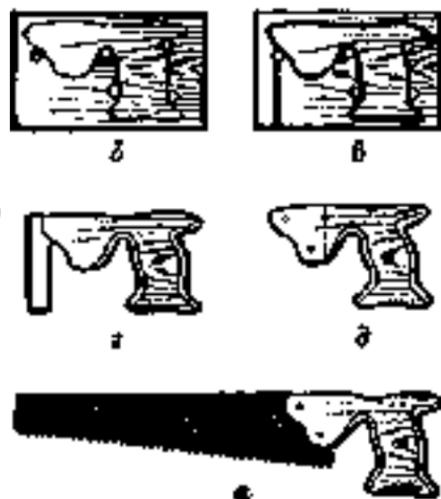

Рис. 48 Ручка для подковки
4. Разметить по шаблону контур ручки (рис. 48, а).
5. Просверлить отверстия (рис. 48, б).
6. Сделать пропилы вокругной пилой (рис. 48, в).
7. Обработать внутренние и наружные контуры ручки стамеской, рашпилем и напильником (рис. 48, г).
9. Сделать пропил под лоток пилы (рис. 48, д).
10. Соединить ручку с полотном и сделать отверстия под винты. Установить винты (рис. 48, е).